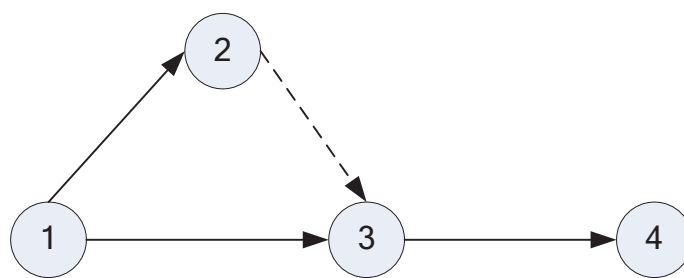

Рис. 5.6. Дійсні і фіктивні роботи
6. Для позначення дійсних робіт використовуються суцільні стрілки, а для фіктивних – пунктирні (рис. 5.6).